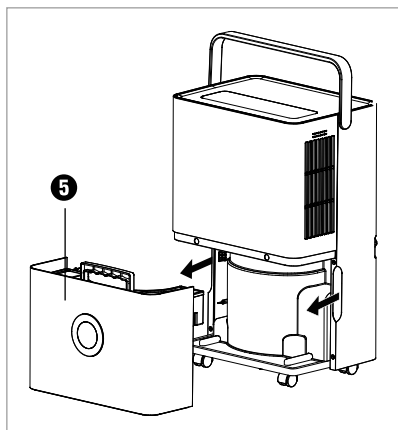

Fig. 1
sur les côtés de l'appareil (voir figure 1). Utilisez la poignée pour transporter le réservoir d'eau ⑤.